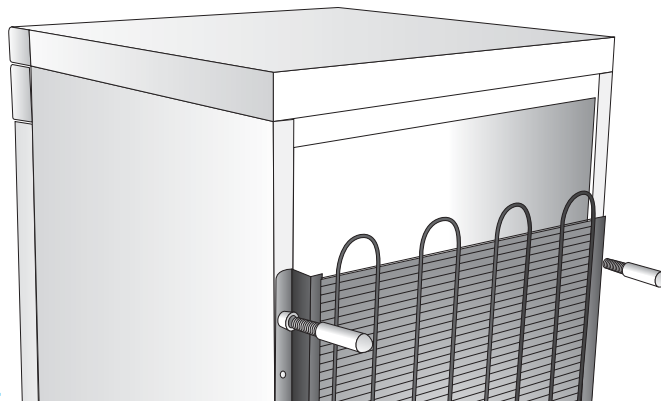

fig. 4
- Se l'apparecchio è dotato di distanziali (Fig. 4) applicateli sulla parte superiore del
- Se l'apparecchio è dotato di distanziali (Fig. 4) applicateli sulla parte superiore
- Если оборудование оснащено распорками (Рис.4) установите их на верхнюю часть
- E) Jeżeli urządzenie posiada przekładki (Rys. 4), to należy je założyć na górna część kondensatora, znajdującego się na tylnej ścianie.
- E) Якщо обладнання має прокладки (рис. 4), встановіть їх на верхній частині